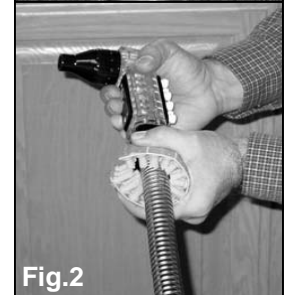
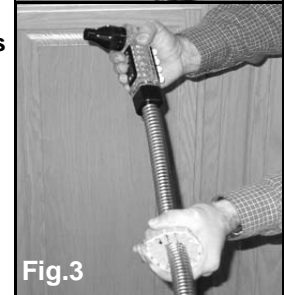

Fig.2
Fig.3
2. Envuelva la cubierta con el cepillo, en el extremo de la base de la pistola (**Fig.2**). Deslice el cepillo hacia arriba y hacia abajo, cubriendo la totalidad de la cubierta, desde la base hasta el extremo del manifold (**Fig.3**), un mínimo de 6 veces.
- 6a. **TANQUE DE SANEAMIENTO:** Conecte el (los) conector(es) del BIB a la(s) salida(s) del tanque de saneamiento (**Fig.2**), o al manifold para ENJUAGAR un circuito de jarabe a la vez, o múltiples líneas simultáneamente. Presurice el tanque hasta 30-40 PSI.
- 10a. **TANQUE DE SANEAMIENTO:** Conecte el conector del BIB a la(s) salida(s) del tanque de saneamiento (**Fig.2**) para SANEAR un circuito o manifold para múltiples líneas a la vez. Presurice el tanque hasta 30-40 PSI.